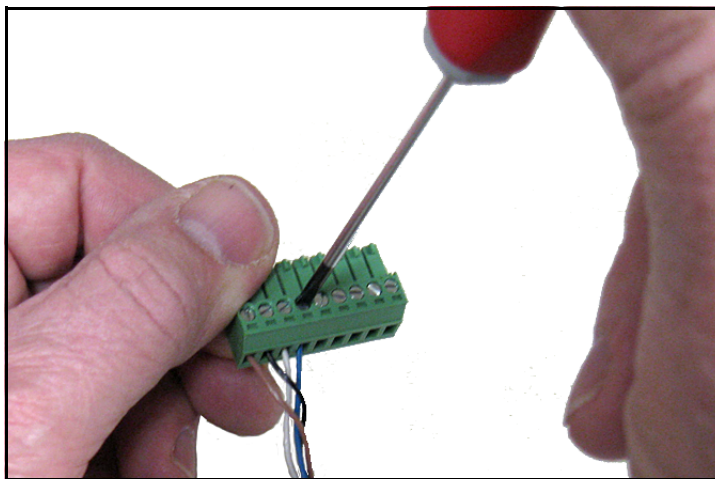

Figura 28: Ligar o cabo no conector
3. Consulte *Tabela 1* abaixo e *Figura 28* para conectar a ponta do cabo de sonda com quatro fios aos pinos 10, 11, 12 e 13 no bloco terminal inferior.